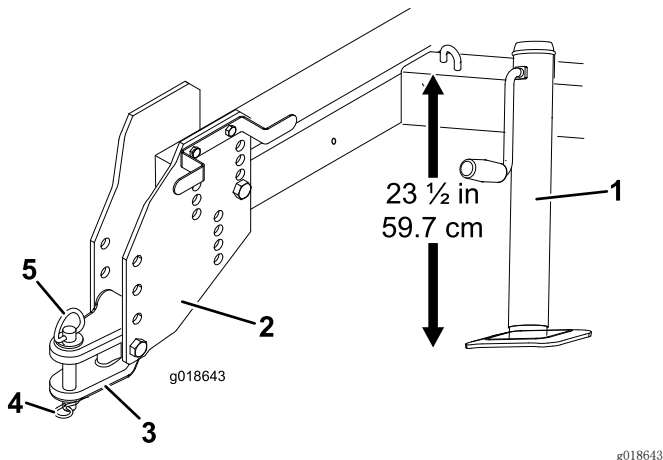

图3
3. 调整支架千斤顶，使机架顶部到地面的距离为 59.7cm (图3)。
- 卸下将挂钩牵引杆固定到挂接板上的螺栓和锁紧螺母 (图3)。
6. 用挂钩销和保险销将挂钩牵引杆连接到主机上 (图3)。